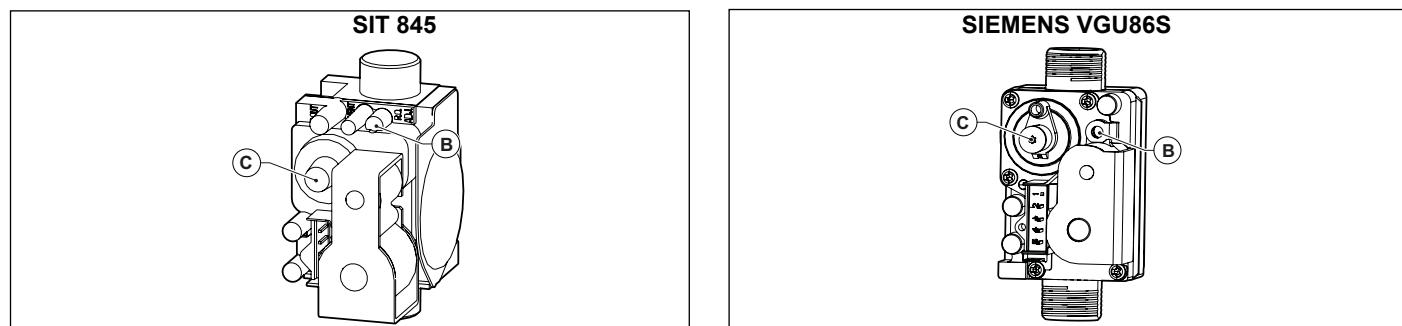

Fig. 35 Reglarea valvei de gaz
- Reglăți valoarea dioxidului de carbon (CO2) din gazele arse, rotind regulatorul de raport **B** (vezi Fig. 35 *Reglarea valvei de gaz*) și asigurați-vă că reintră în limitele din Tab. 21 Valori ale CO2 în gazele arse. Lăsați centrala în modul curățare și treceți la pasul următor de reglare la puterea minimă.
- Reglăți valoarea dioxidului de carbon (CO2) din gazele arse, rotind regulatorul **C** (vezi Fig. 35 *Reglarea valvei de gaz*) și asigurați-vă că reintră în limitele din Tab. 21 Valori ale CO2 în gazele arse.
- Rotiți regulatorul de raport **B** (a se vedea Fig. 35 Reglarea valvei de gaz) pentru a regla valoarea oxigenului (O2) din gazele de ardere până când aceasta se încadrează în limitele Tab. 23 Valorile de O2 în gazele de ardere.
- Verificați dacă valoarea monoxidului de carbon (CO) din gazele de ardere la putere maximă este sub limita de la Tab. 23 Valorile de O2 în gazele de ardere.
- Rotiți regulatorul de offset **C** (a se vedea Fig. 35 Reglarea valvei de gaz) pentru a regla valoarea oxigenului (O2) din gazele de ardere și presiunea de compensare până când ambele se află în limitele valorilor de Tab. 23 Valorile de O2 în gazele de ardere.
- Verificați dacă valoarea monoxidului de carbon (CO) din gazele de ardere la puterea minimă este încă sub limita de Tab. 23 Valorile de O2 în gazele de ardere.